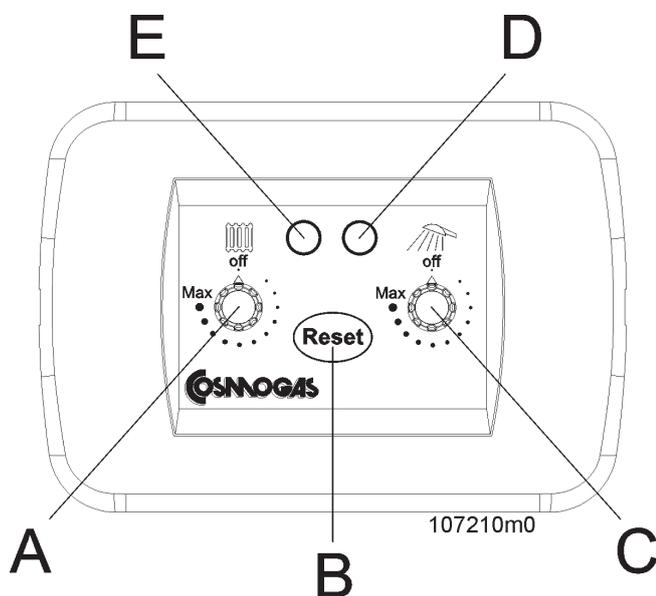

Figura 32 - Comando remoto
Se la caldaia è collegata al comando remoto (vedi figura 32), le funzioni di regolazione della temperatura del riscaldamento e la regolazione della temperatura del sanitario, si eseguono direttamente sullo stesso come indicato di seguito:
- la regolazione del riscaldamento si esegue direttamente dalla manopola "A" di figura 32.
- la regolazione del sanitario si esegue direttamente dalla manopola "C" di figura 32.
Inoltre, è possibile resettare eventuali allarmi premendo il tasto RESET (vedi figura 32 particolare "B")
- Led rosso acceso: modulo termico in blocco. Ne è possibile la riattivazione premendo il tasto RESET (vedi figura 32 particolare "B"). Se il blocco si ripete frequentemente, contattare un tecnico professionalmente qualificato;
#### LEGENDA figura 32